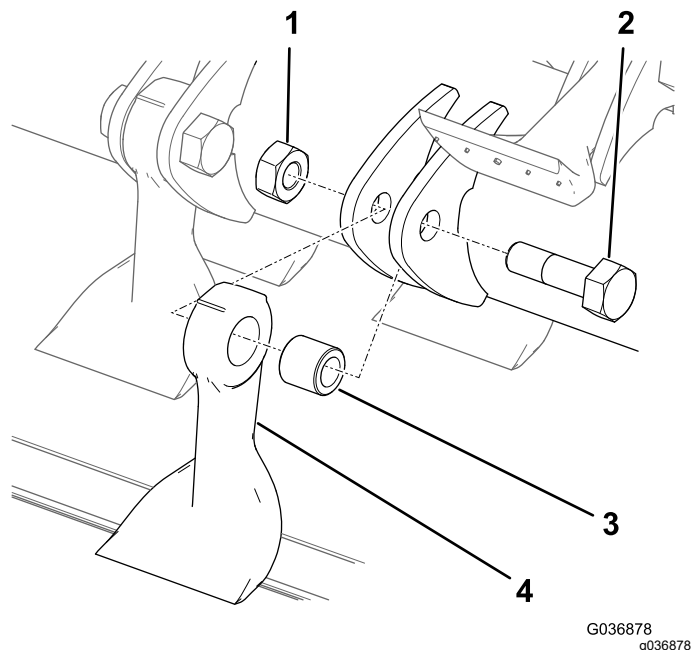

Figura 76
8. Sujeta la cuchilla con un trapo o un guante acolchado y retire la tuerca, el perno, el casquillo y la cuchilla (Figura 76).
10. Instale una cuchilla y casquillo nuevos con una tuerca nueva y un perno nuevo (Figura 76).